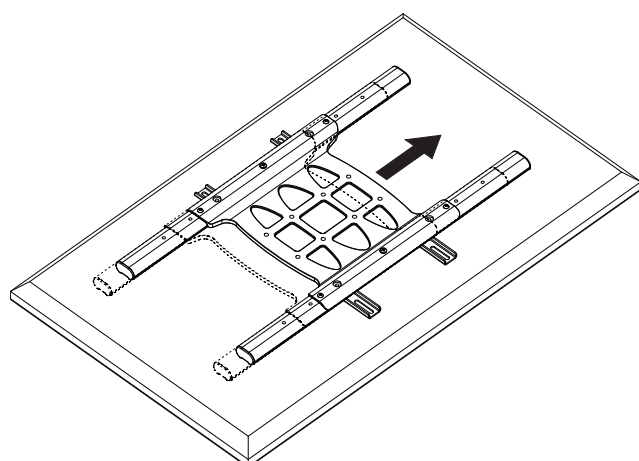
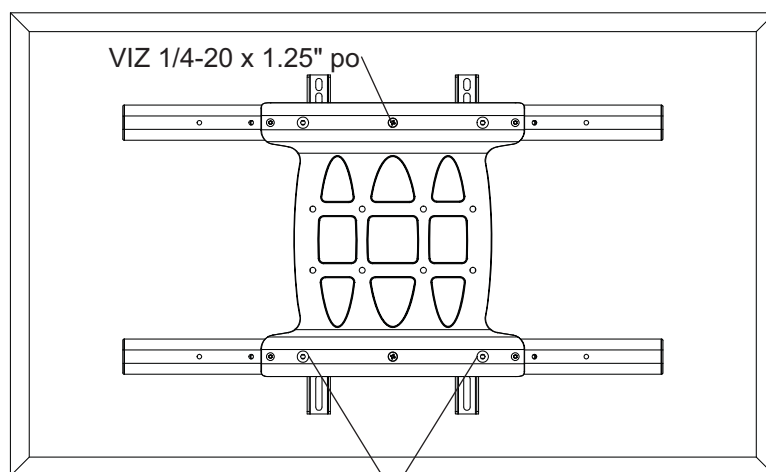

fig. 3.3
fig. 3.4
**3-4** Centrez les supports d'écran horizontalement à l'arrière de l'écran comme illustré à la figure 3.3. Serrez deux vis de 1/4-20 X 1,25 po. Réinstallez quatre vis 1/4-20 x 0,6 po à l'aide d'une clé hexagonale de 5 mm (I) dans la position d'arrêt appropriée comme illustré à la figure 3.4.